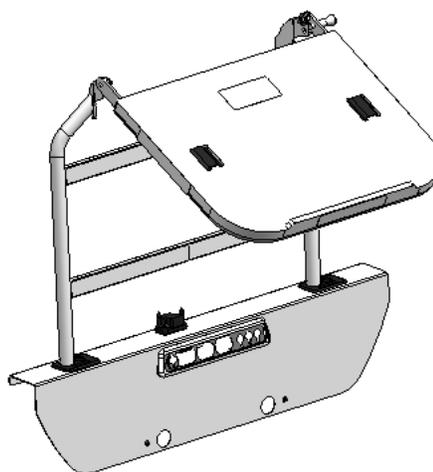

Figure 2
- à la gauche de la boîte (tête/pied) (Figure 2) ;
- Pour obtenir la position tablette d'écriture (Figure 2), soulevez le plateau d'environ 30° et relâchez le verrou.